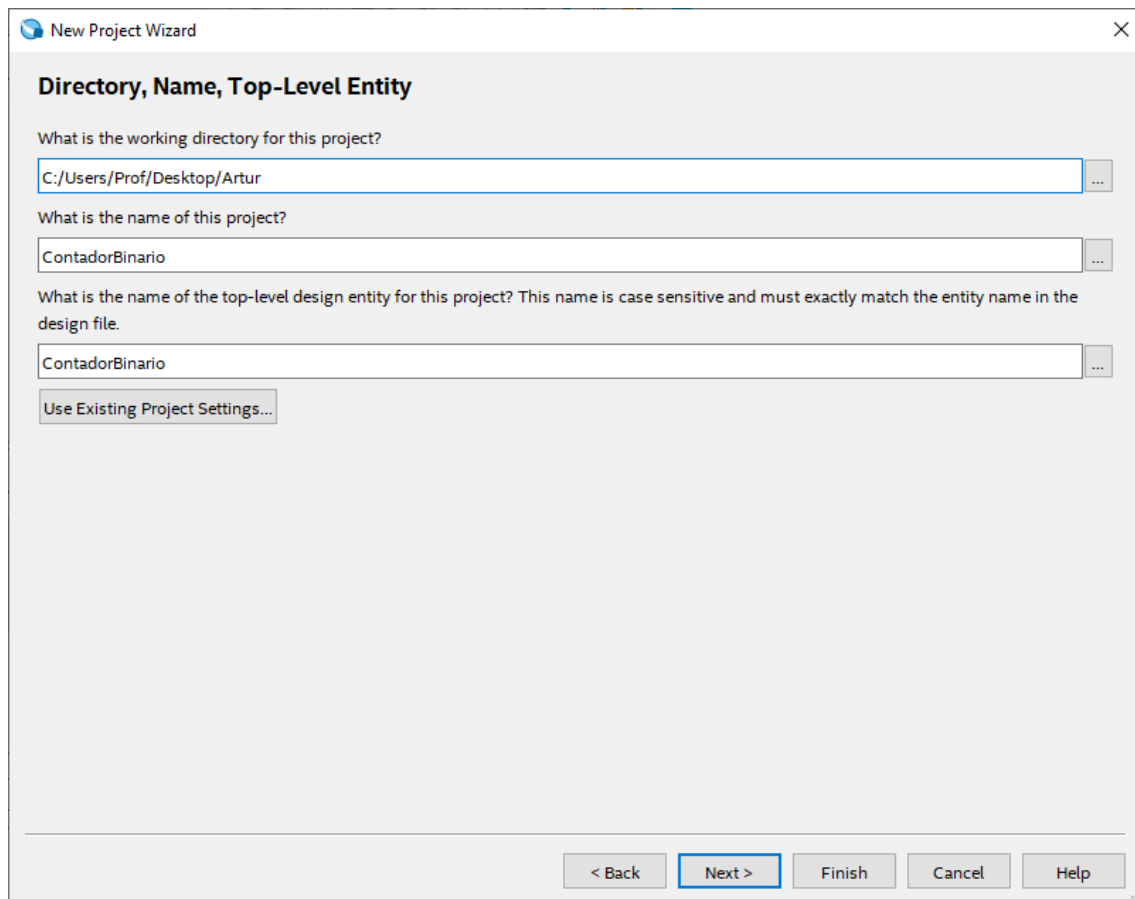

Fig. 1 – Criação de Projeto no Quartus Prime Lite Edition
1. Primeiramente crie uma pasta com seu nome, e dentro dela crie um novo projeto no **Quartus Prime Lite Edition** cuja **“entity”** receba o nome de **“ContadorBinario”** (sem aspas e sem acento em Binário), conforme ilustra a **Fig. 1**.